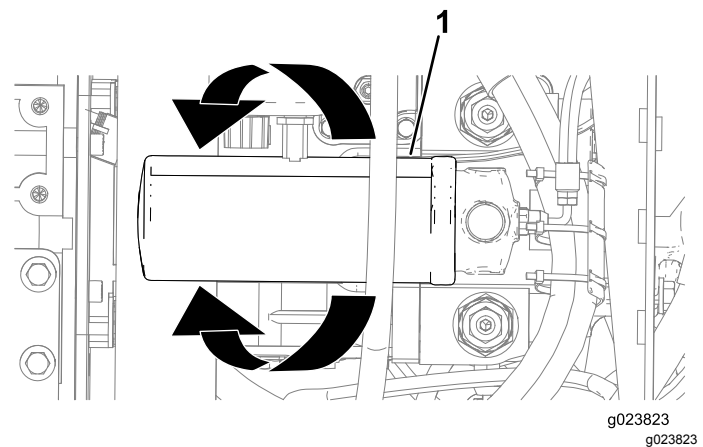

Figura 121
3. Posicione uma bandeja de drenagem ou vários panos sob o filtro de carga hidrostática (Figura 121).
4. Gire o filtro de carga hidrostática no sentido anti-horário e remova-o (Figura 121).
6. Alinhe o filtro de carga hidrostática com seu ponto de instalação e gire-o no sentido horário até a vedação do filtro entrar em contato com o adaptador (Figura 121).